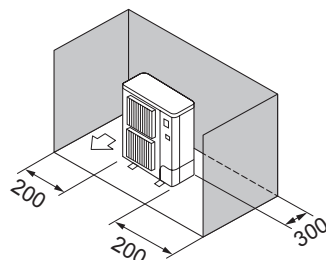

Fig. 2-9
- ③ Hindringer kun bak og på sidene (Fig. 2-9)